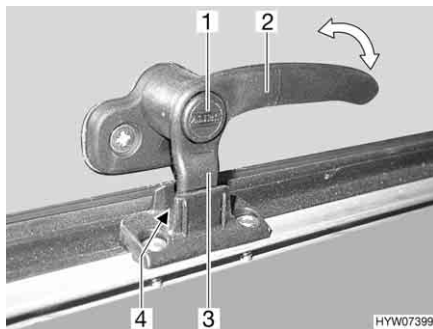
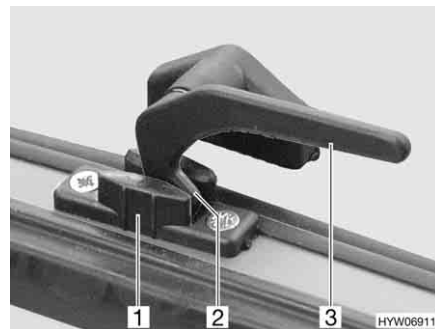

Bild 97 Verriegelungshebel mit Sicherungsknopf in Stellung "Dauerbelüftung"
Bild 98 Verriegelungshebel in Stellung "Dauerbelüftung"
- in Stellung "Dauerbelüftung" (Bild 97 und Bild 98)
- Wenn vorhanden, Sicherungsknopf (Bild 97,1) drücken und gedrückt halten.
- Alle Verriegelungshebel (Bild 97,2 oder Bild 98,3) eine viertel Umdrehung zur Haubenmitte hin drehen.
- Alle Verriegelungshebel wieder zurückdrehen. Die Verriegelungsnase (Bild 97,3 oder Bild 98,2) dabei in die Aussparung der Haubenverriegelung (Bild 97,4 oder Bild 98,1) einfahren.